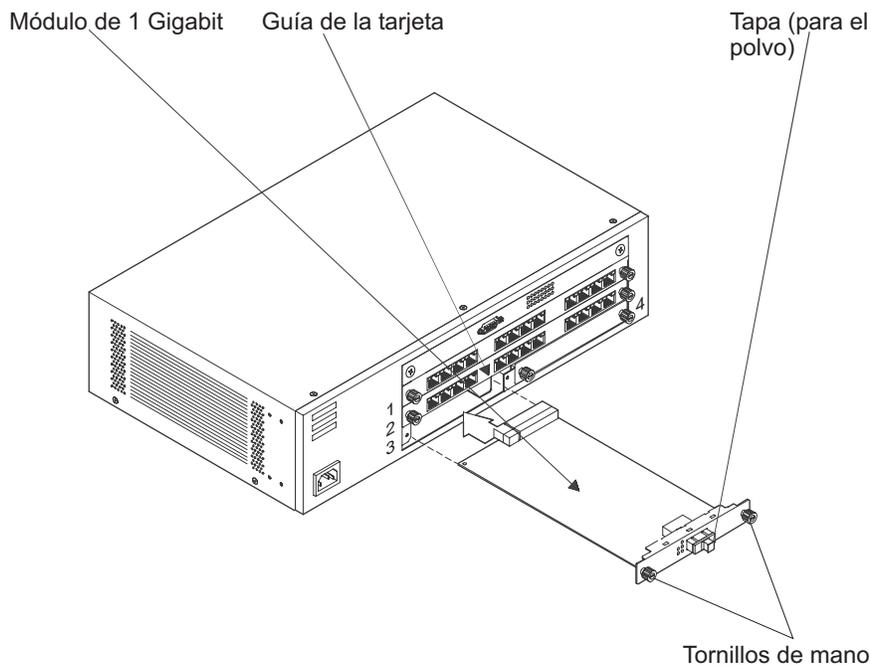

Figura 4. Instalación de módulos opcionales, 2ª parte
Paso 3. Inserte el módulo opcional deslizándolo por la ranura, como muestra la Figura 4. Deslice el módulo por la ranura hasta que note que ha quedado firmemente sujeto. No fuerce, tuerza o doble el módulo. Debe deslizarse suavemente.